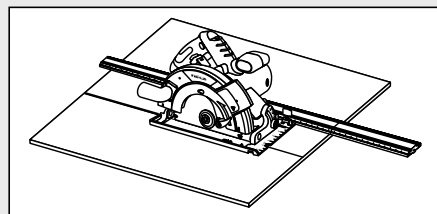

Fig. 29
- Mettez la scie en marche et glissez la scie et le plaque-glissière dans la pièce à travailler. Effectuez la coupe (Fig. 29).